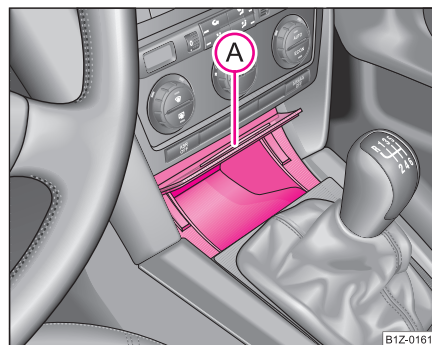

Fig. 102 Consola centrală față: Compartiment de depozitare
- Apăsați în partea inferioară a capacului compartimentului, în zona (A) ⇒ fig. 102 - capacul se deschide.